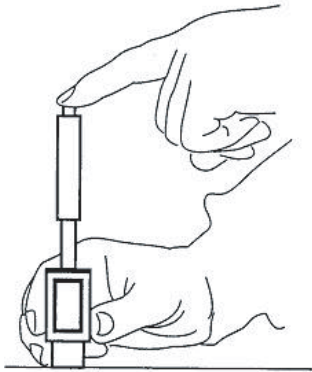

图 5.7
(2) 用拇指和食指握住显示器，将硬度计置于被测工件表面。
(3) 保持硬度计和被测工件的相对稳定，轻轻按下启动按钮如图 5.7 所示